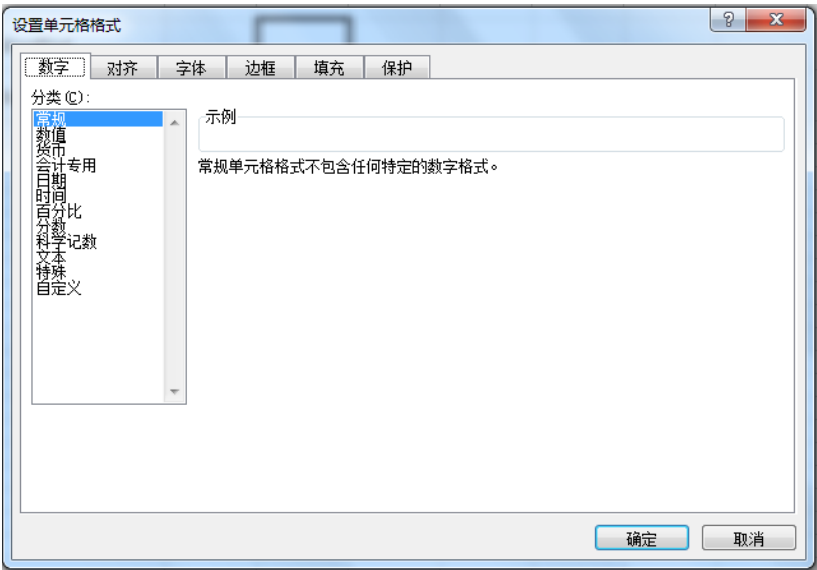

图 4-1: 单元格设置为“常规”类型
4. 在 Excel 中，凡是“重量”、“使用次数”和“累加”这些字段必须设为“常规”类型，如图 4-1 所示。